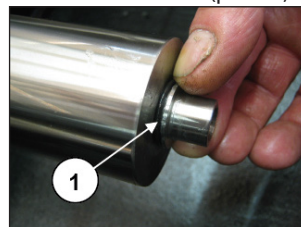

Fig. 141
Colocar en el vástago de guía del pistón la junta tórica (pos. ①, Fig. 141) y las protecciones contra las salpicaduras (pos. ①, Fig. 142) orientando la ranura de descarga hacia la parte delantera del cárter (pos. ②, Fig. 142).